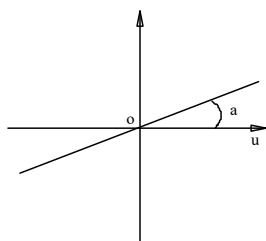

图 1
(1) 元件的伏安特性。如果把电阻元件的电压取为横坐标（纵坐标），电流取为纵坐标（横坐标），画出电压和电流的关系曲线，这条曲线称为该元件的伏安特性。
(2) 线性电阻元件的伏安特性在 $u-i$ （或 $i-u$ ）平面上是通过坐标原点的直线，与元件电压或电流的方向无关，是双向性的元件，如图 1，元件上的电压和元件电流之间的关系服
(1) 回答预习与思考题中各问题。
(2) 分别画出方法一、方法二的测试电路图，比较方法一与方法二测试结果是否相同，为什么？
(3) 认真填写报告中各项内容。
(4) 分别在附表图 1 的 $\mu - i$ 、 $i - \mu$ 平面上按比例画出 R1、D3、D4 的伏安特性曲线。用作图法求出 R 值，并与测量值和计算值进行比较。